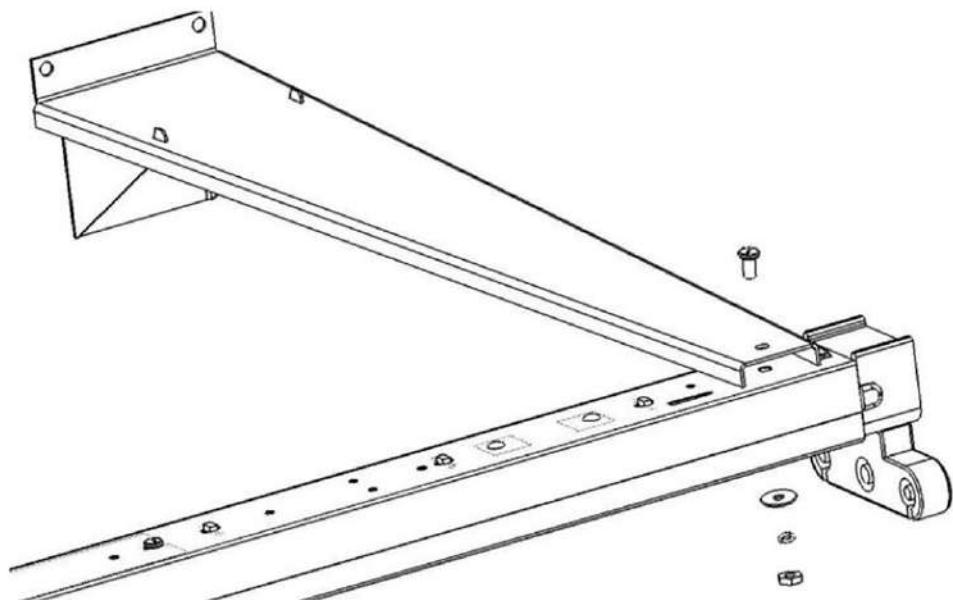

Рис. 11
- 5.9. В случае необходимости установки светильника на расстоянии от стены, применяется система кронштейнов, монтируемая согласно Рис.11. В комплект поставки, помимо двух видов кронштейнов, входят: Винт M5x16-2 шт.; гайка M5-2 шт.; шайба 5x16-2 шт.; грибовер -2 шт.